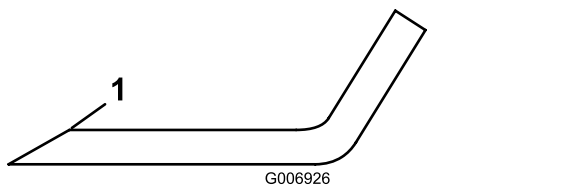

Figure 76
5. Examinez les tranchants de toutes les lames. aiguiser-les s'ils sont émoussés ou ébréchés. N'aiguiser que le haut du tranchant et conservez l'angle de coupe d'origine pour obtenir une coupe nette (**Figure 76**).
6. Si elles sont émoussées ou ébréchées, n'affûtez que le haut du tranchant et conservez l'angle de coupe d'origine (Figure 76).